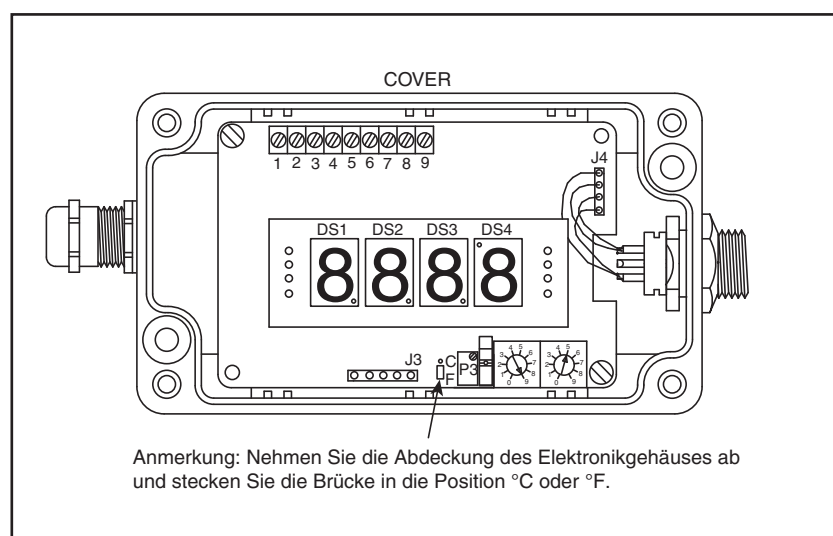

Abbildung 3-4. Einstellung der Temperatureinheit
- ✓ Das Temperatur-Display ist auf °C oder °F eingestellt (Abb. 3-4).